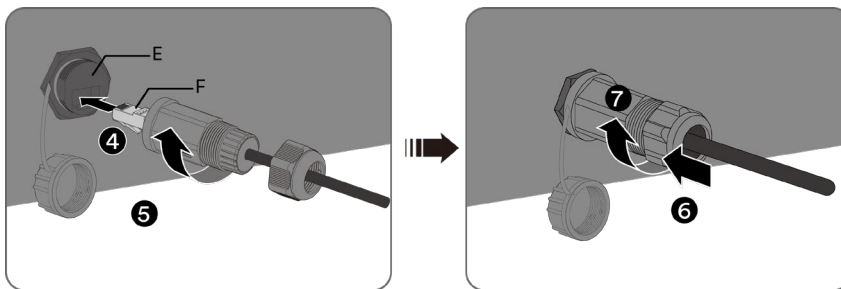

Abb. 37.Netzkabel anschließen
7.Schrauben Sie die Überwurfmutter auf die Gewindehülse. (siehe Abb. 37)